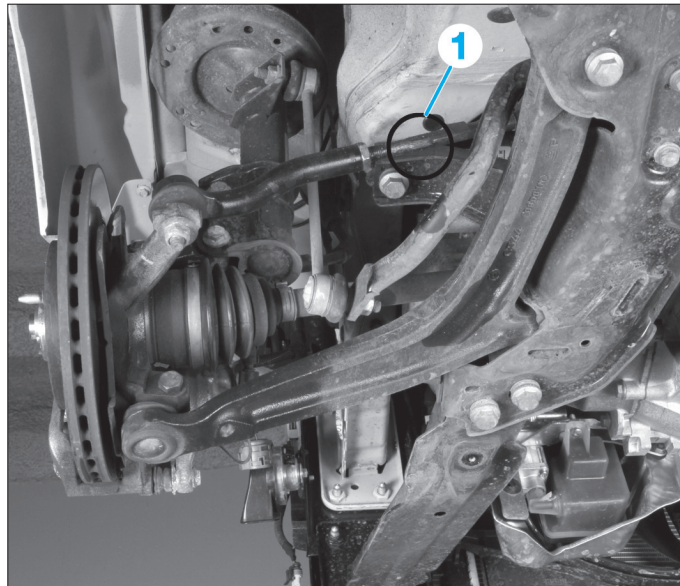

Fig. 1
Seul le parallélisme avant est réglable. Pour régler ce dernier, agir sur la biellette de direction (1) (Fig.1).